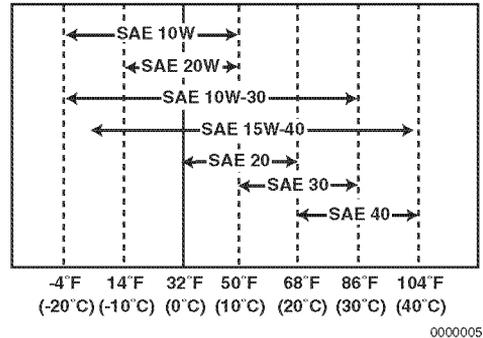

Abbildung 2
3. Ölviskosität je nach Umgebungstemperatur wählen, bei der der Motor betrieben wird. Siehe hierzu SAE-Betriebsviskositätstabelle (**Abbildung 2**).
Richtige Motorölviskosität entsprechend der Umgebungstemperatur wählen und SAE-Betriebsviskositätstabelle verwenden (**Abbildung 2**).